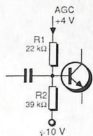

Figura 1
1. State misurando la tensione alla base del transistore mostrato in Figura 1. Questa tensione dovrebbe essere di circa: